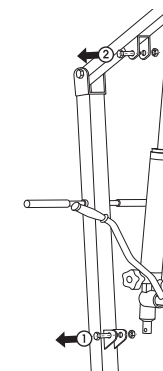

fig. 6
- Retire los tornillos del mástil y el brazo [1 y 2] [fig. 6].